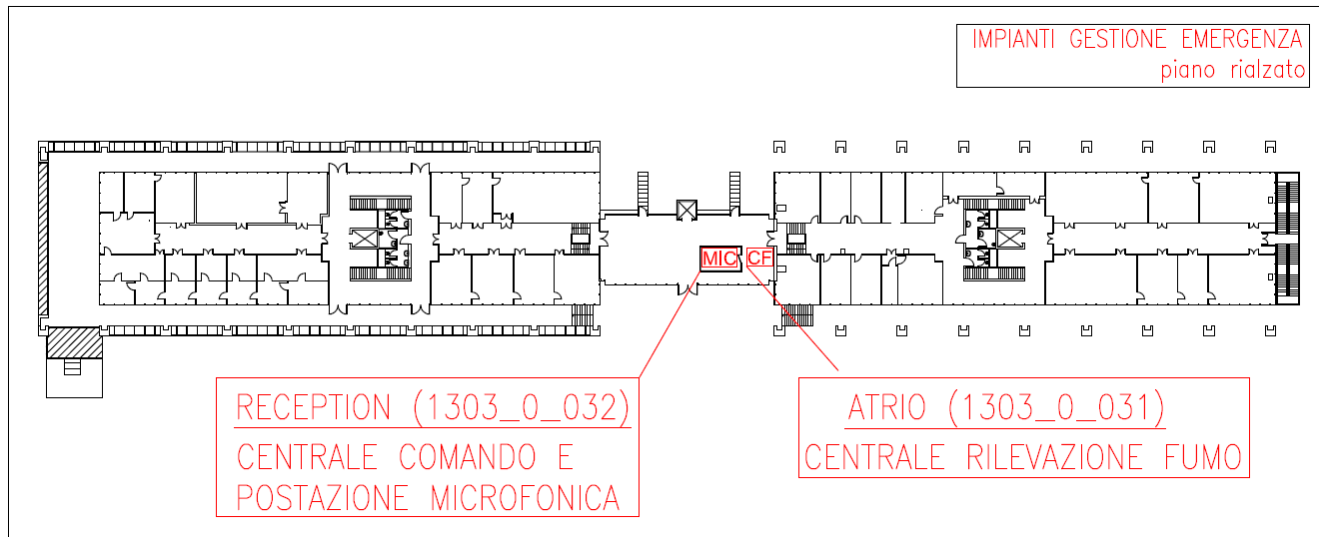

Figura 1. Impianti gestione emergenze.
La struttura è dotata di un sistema di allarme automatico per la rilevazione e segnalazione di incendi suddiviso in zone costituito da una centrale di comando ubicata nell'atrio al piano rialzato (locale 1303_0_031, vedi p.to 3.3 – Figura 1), da rilevatori di fumo (nei locali ove previsti dalla norma), da pulsanti manuali con la scritta "Allarme antincendio" e da sirene.
Per la gestione dell'evacuazione è presente un impianto di diffusione sonora con altoparlanti la cui centrale di comando e postazione microfónica è collocata nella reception al piano rialzato (locale 1303_0_032, vedi p.to 3.3 – Figura 1).
1. ai Vigili del Fuoco (115)
- Valuta autonomamente l'opportunità di avviare il segnale di **EVACUAZIONE** della struttura mediante la postazione microfonicata posta nella reception al piano rialzato (vedi p.to 3.3 – Figura 1);
- effettua la chiamata ai **Vigili del Fuoco (115)** e se necessario **dell'autoambulanza (118)**;
- ordina l'evacuazione dell'edificio (messaggio vocale) mediante la postazione microfonica posta nella reception al piano rialzato (vedi p.to 3.3 – Figura 1);